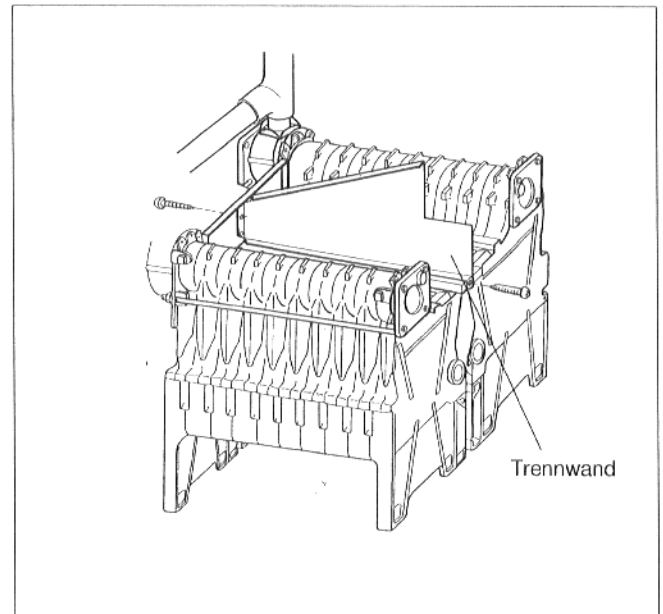

Abb. 16a:
- Trennwand aufsetzen und an der Vorderwand bzw. hinten mit Mittelteil lose verschrauben (Abb. 16a).